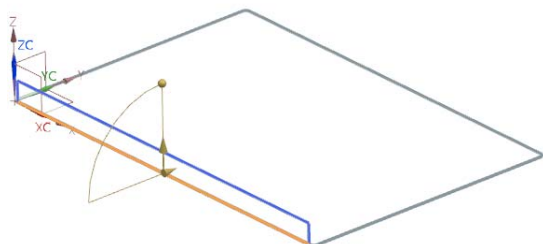

图 2-30 选择弯边
(2) 选择弯边，同时在视图区预览显示所创建的弯边，如图 2-30 所示。